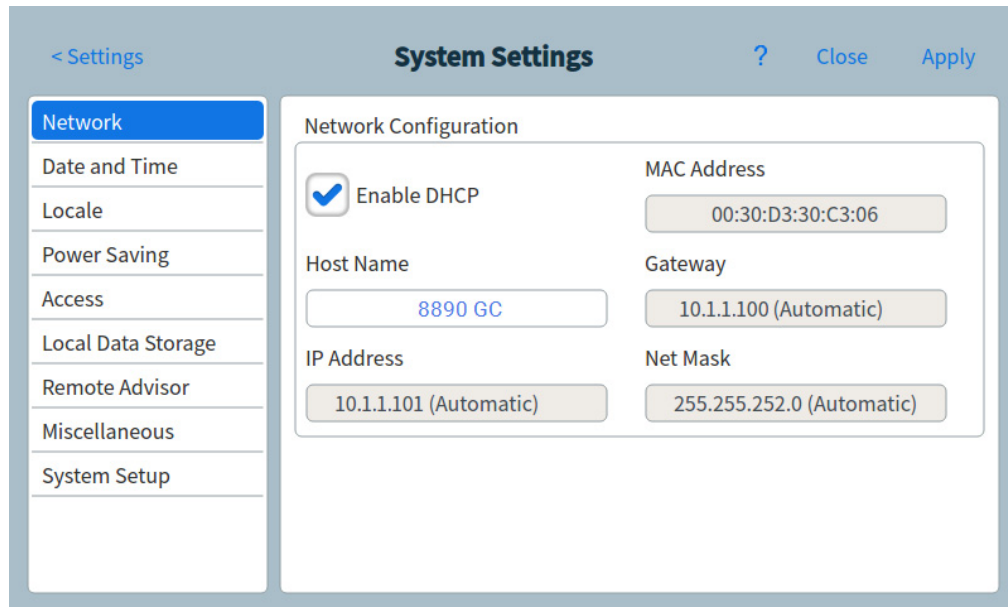

Figure 44. Page Configuration du réseau
- 1 À partir de la page Paramètres du système, sélectionnez le bouton de sélection de page **Réseau**. La page Configuration du réseau apparaît. Voir **Figure 44**.